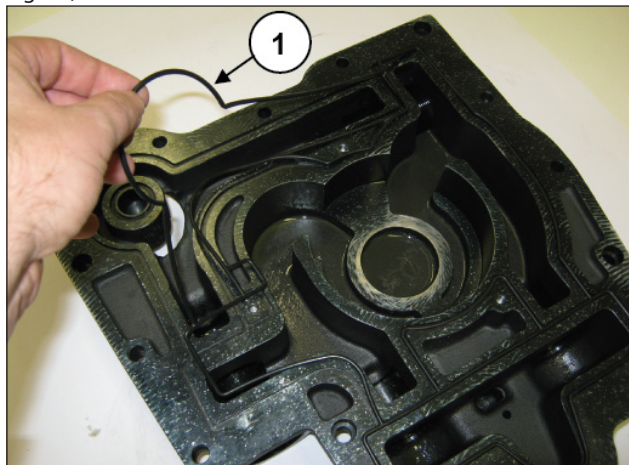

Fig. 53
Retirer le joint torique et remplacer si nécessaire (rep. ①, Fig. 53).